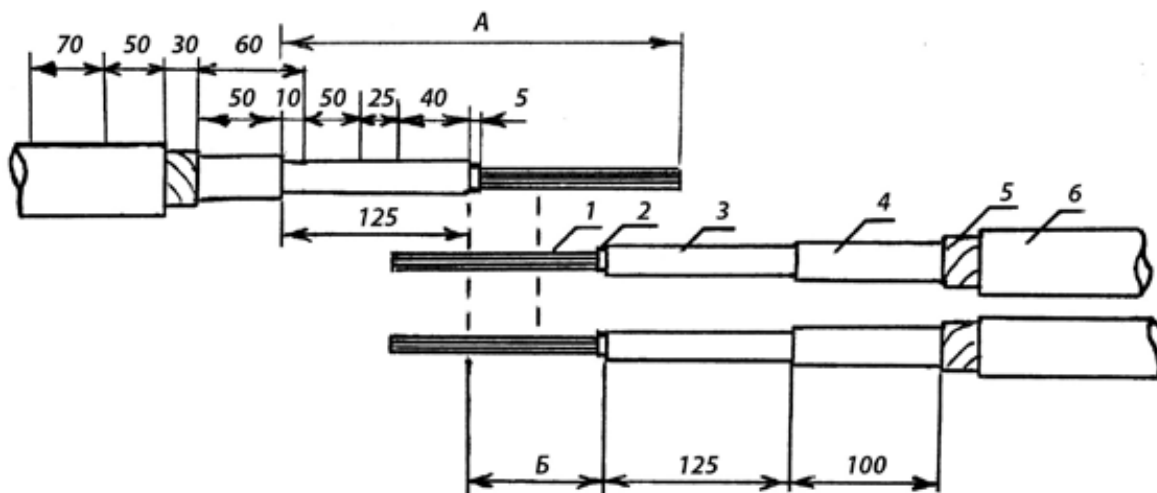

Рис.1. Размеры разделки концов кабелей при монтаже муфт МР-АБ-ТУМ:
**2.1.** Размеры разделки концов кабелей приведены в таблице 1. Разделка концов бронированных кабелей и места наложения расходных материалов показаны на рис.1 – 2.